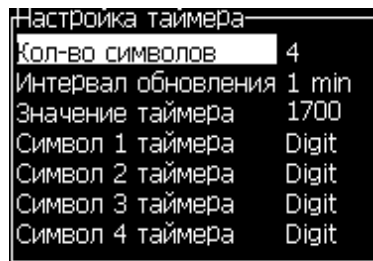

Рисунок 5-43: Установка таймера
- 4 Установите значения в соответствии с Рисунок 5-43.